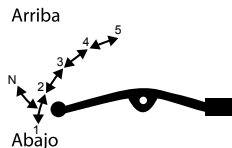

Imagen 35. Cambio de velocidades.
9. Seguir el mismo proceso para meter el siguiente cambio de velocidad. Ver imagen 35.